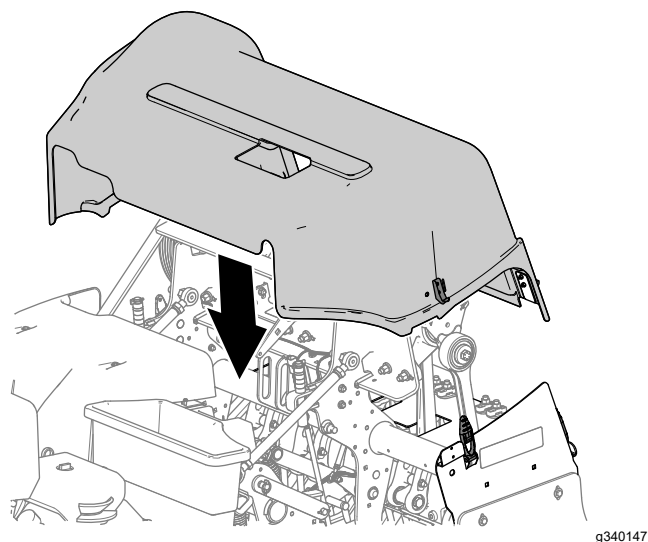

Figure 152
1. Placez le capot de la tête d'aération sur la machine, comme montré à la Figure 152.